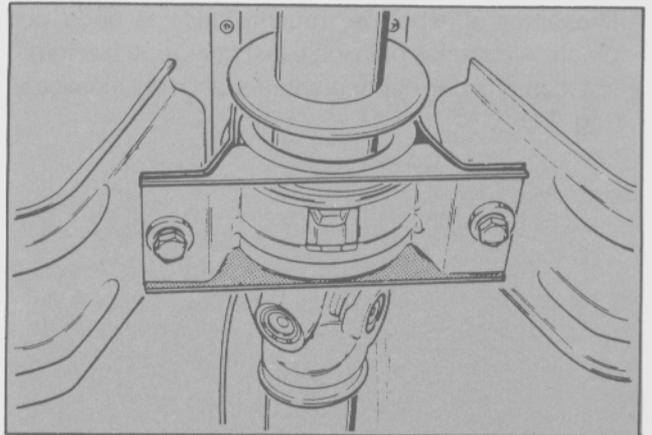

Fig. 8 - Tornillos de sujeción del soporte central.
- Retirar los dos tornillos de fijación del soporte central al panel del piso. (Fig. 8).